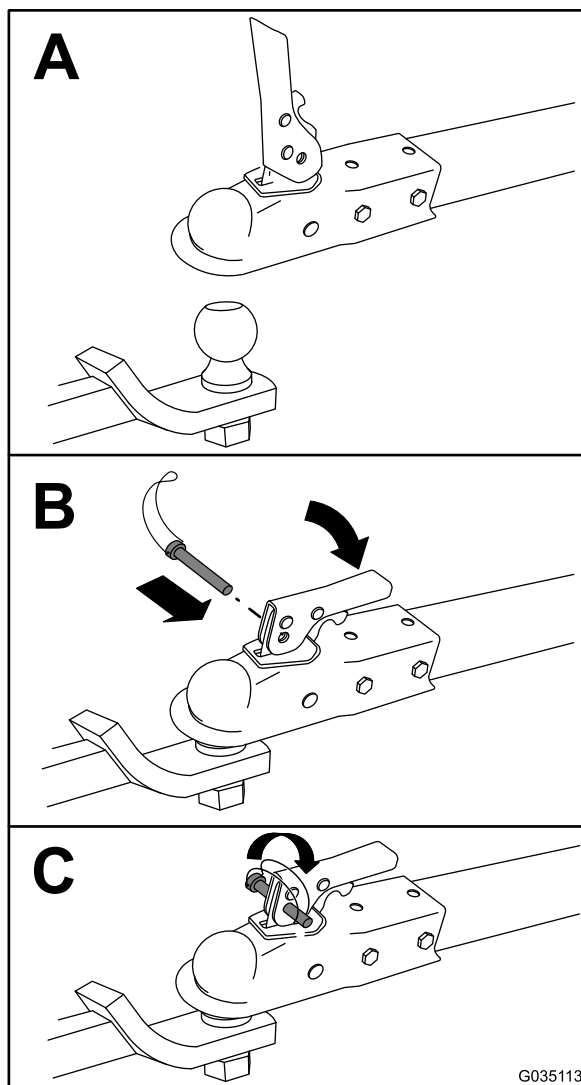

Figura 15
7. Enganche la máquina como se muestra en la Figura 15.